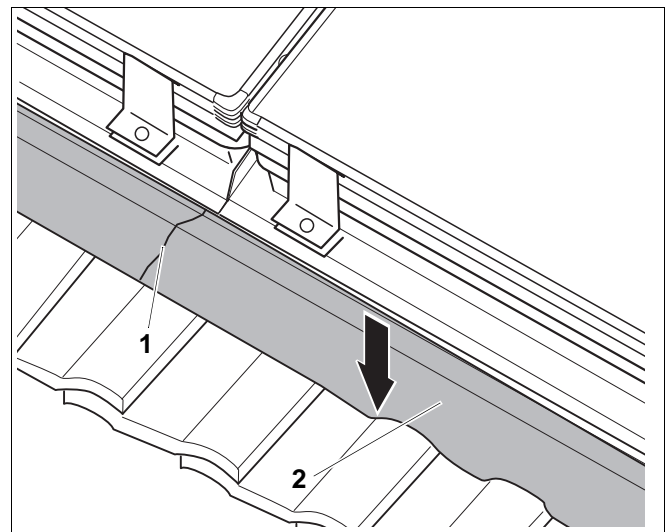

Abb. 22 Bleischürze an Dachpfannen anpassen
- Draufseitig die Bleischürze mit Holz- oder Gummihammer an Dachpfannenprofil anfügen (Abb. 22).